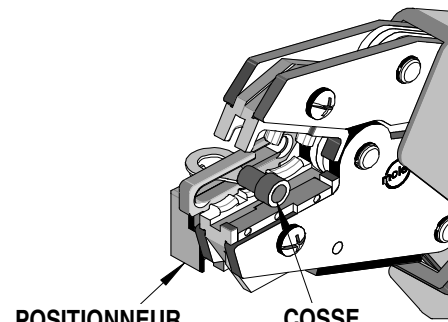

Figure 1
4. Si vous utilisez un positionneur réglable, soulevez-le et insérez la cosse dans la bonne empreinte, le fût vers le dessus et contre la barre du positionneur réglable. Relâchez la lamelle du positionneur réglable pour maintenir la cosse en position. Voir Figure 1. Le positionneur réglable peut être relevé ou abaissé pour que la cosse repose à plat et bien droit dans l'outil. Le positionneur réglable doit être enlevé pour produire des jonctions de fils.